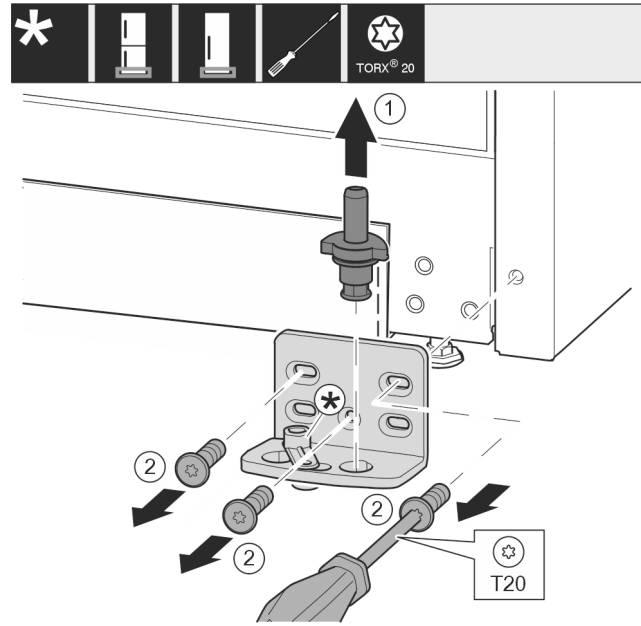

Fig. 8
- Lagerbolzen komplett nach oben herausziehen. *Fig. 8 (1)*
- Schrauben mit Schraubendreher T20 herausdrehen und Lagerbock abnehmen. *Fig. 8 (2)*